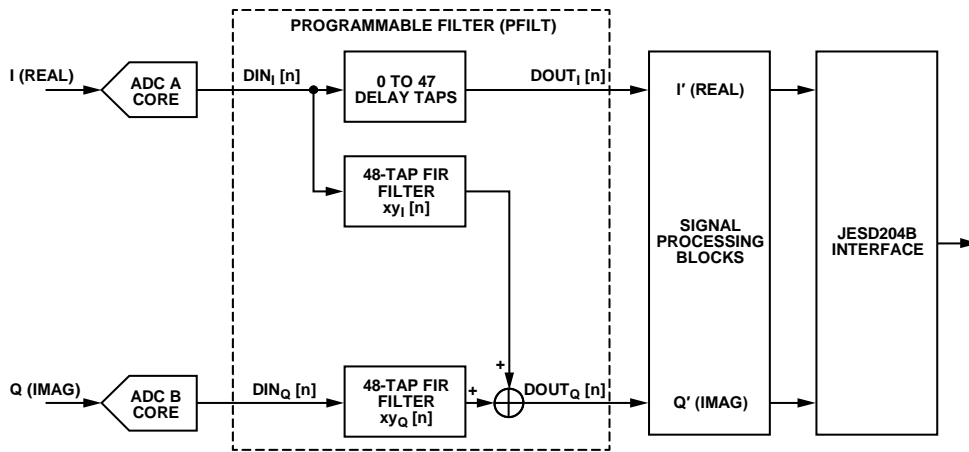

図 82. 48 タップ半複素フィルタ構成
- I/Q チャンネル用の 48 タップ実数フィルタ 2 個を使用した半複素フィルタ (図 82 参照)